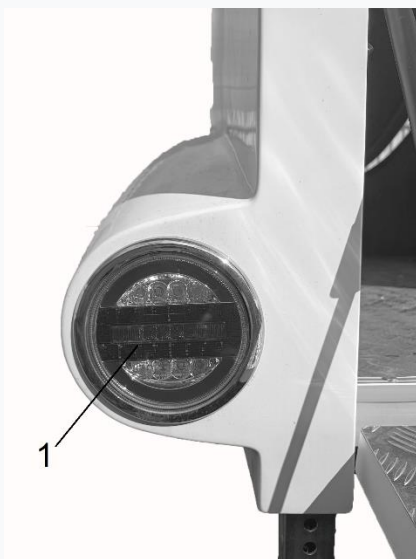

Рис. 6.4 Комбіновані ліхтарі
У разі необхідності заміни комбінованих ліхтарів (1) (рис.6.4) потрібно виконати ряд дій: